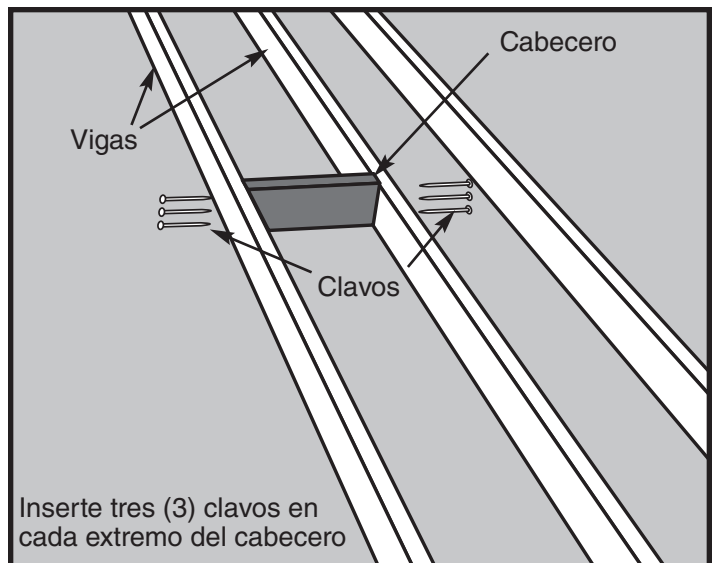

Figura 12
- PASO 3.** Coloque uno de estos cabeceros en un extremo de la ubicación elegida (vea la Figura 12). El cabecero debe ajustar perfectamente entre las vigas. Martéllelo hasta su posición si fuera necesario; si a su longitud le sobra más de 1.6 mm (1/16"), recórtelo. Si a su longitud le falta más de 1.6 mm (1/16"), corte otro trozo.
- PASO 4.** Ponga el cabecero a escuadra respecto a una viga e inserte tres (3) clavos 16d en el cabecero, a través de la viga. Verifique la escuadra e inserte tres (3) clavos 16d en el cabecero, a través de la otra viga (vea la Figura 12). **Es muy importante que la tabla utilizada como cabecero esté verticalmente a plomo y horizontalmente a escuadra con las vigas laterales.**